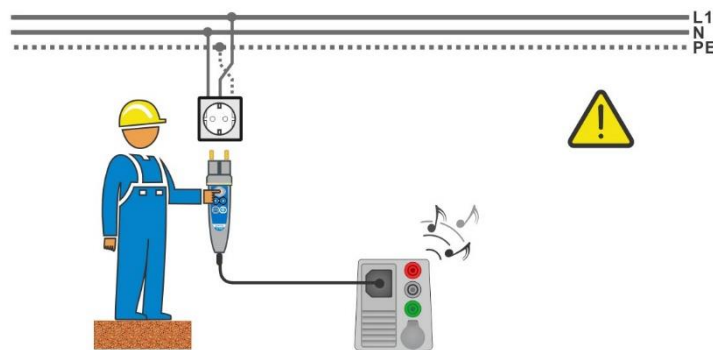
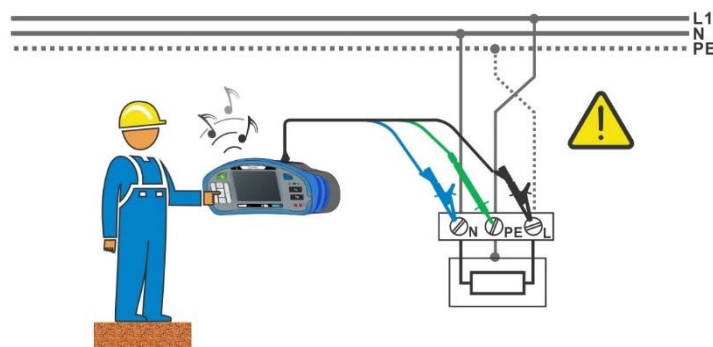

Figura 1.1: Conductores L y PE invertidos (Clavija Commander)
Figura 1.2: Conductores L y PE invertidos (uso de la punta de prueba con tres hilos)
- ▶ Conecte las puntas de prueba al objeto a prueba, vea la **Figura 1.1** y **Figura 1.2**.